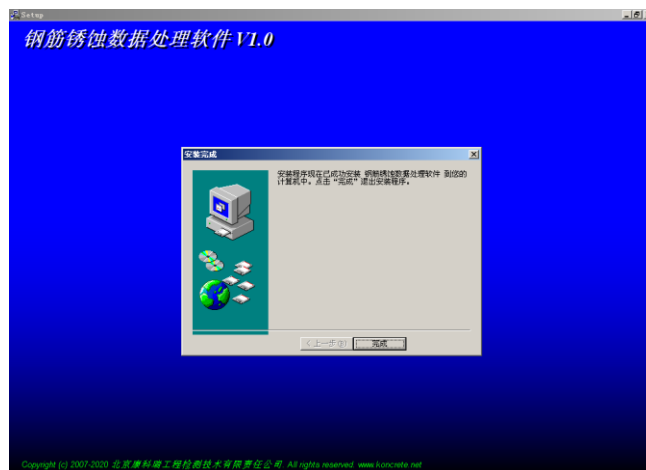

图 4-6
- 3、当显示图 4-6 界面时，点击 **完成** 程序安装完成。